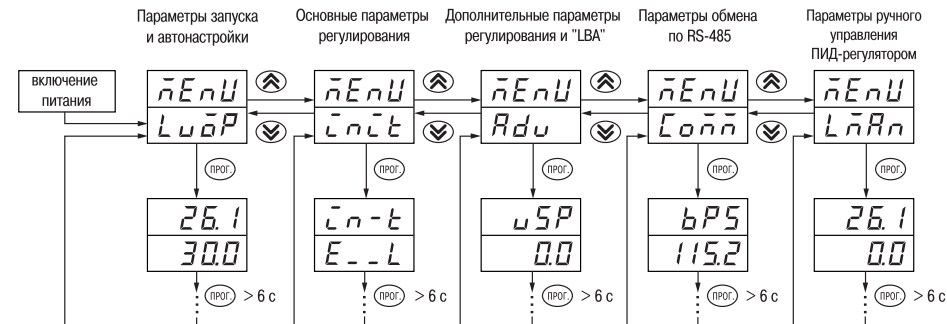

Рис. 24
6.1.2. Основные параметры прибора ТРМ101 объединены в 5 групп: *LuōP*, *ĭnĭt*, *Адu*, *Coññ* и *LñPñ*, составляющих меню прибора (рис. 24). Полный список программируемых параметров приведен в прил. Г.